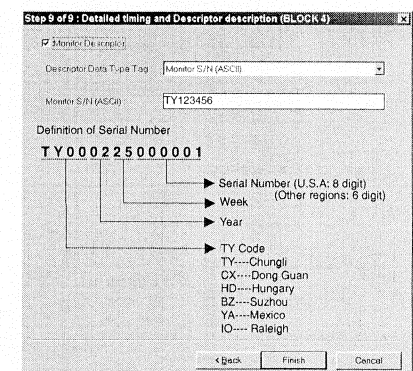

Fig. 22
- Click Next, bring up Fig. 22.